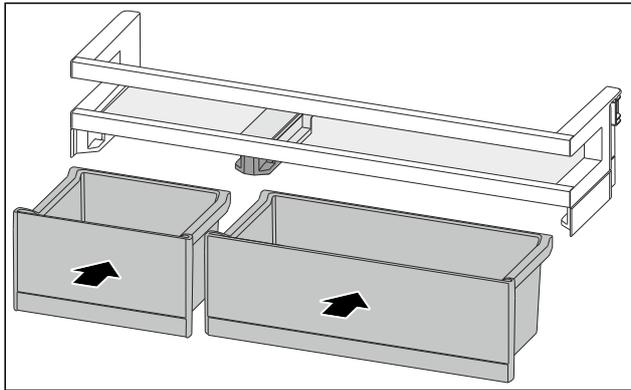

Fig. 128
- ▶ VarioBoxen in getauschter Anordnung einsetzen. (siehe Fig. 128)